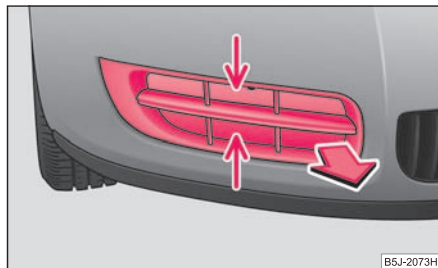

Fig. 196 Pare-chocs avant:
- Attrapez la grille au niveau de l'endroit marqué par des flèches et enlevez-la ⇒ fig. 196.